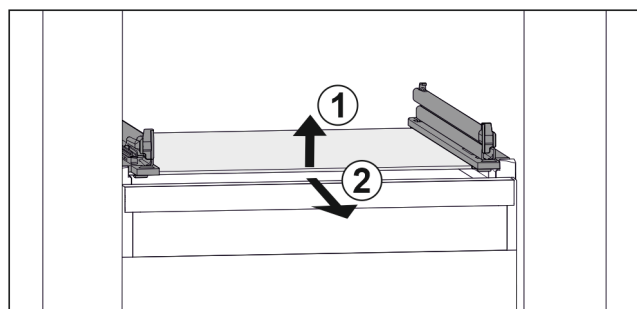

Fig. 129 Eksempel på fremstilling av glassplaten
- Løft opp glassplaten foran. Fig. 129 (1)
- Ta ut glassplaten fremover. Fig. 129 (2)